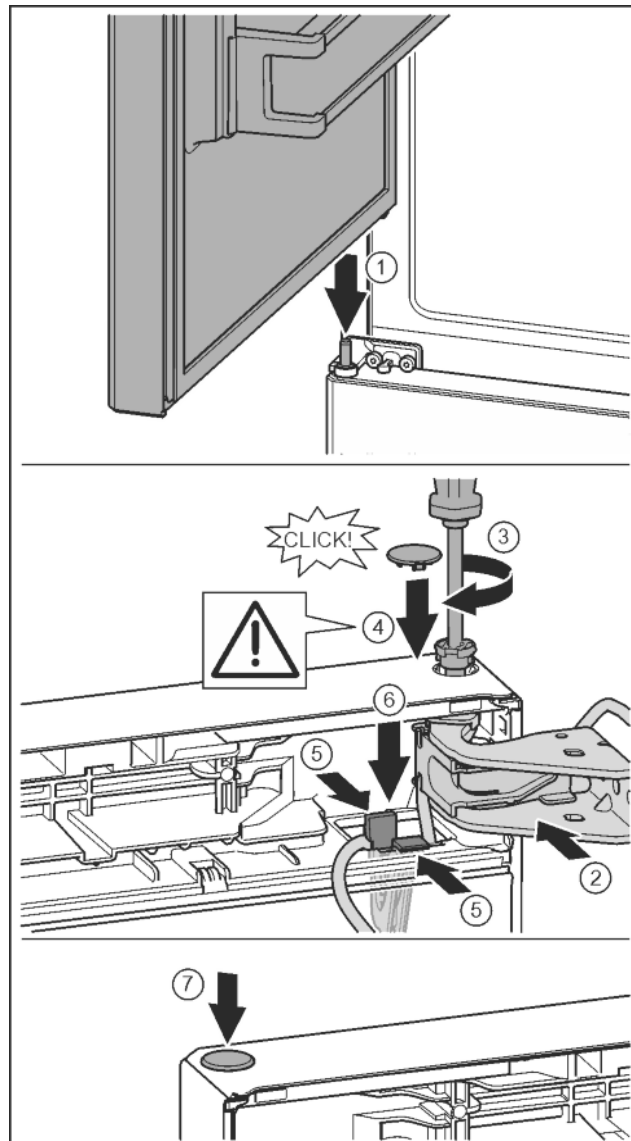

Fig. 32
- ▶ Horní dveře usadte na prostředním ložiskovém čepu Fig. 32 (1)
- ▶ Dveře nahoře vyrovnejte s otvorem ve stojanu ložiska. Fig. 32 (2)
- ▶ Vložte čep a pevně jej utáhněte šroubovákem T15. Fig. 32 (3)
- ▶ K zajištění dveří namontujte bezpečnostní kryt: Bezpečnostní kryt nasadte a zkontrolujte, zda přiléhá na dveře. V opačném případě čep zcela zasuňte. Fig. 32 (4)
- ▶ Držák s upevněným kabelem vložte do otvoru. Přitom musí lamela s delším otvorem ukazovat dopředu. Fig. 32 (5)
- ▶ Tlačte držák dolů, až lamela zapadne. Fig. 32 (6)
- ▶ Vložte zátku. Fig. 32 (7)